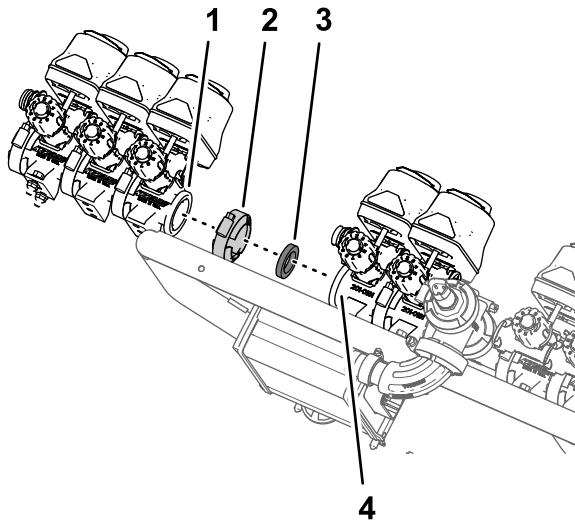

Figura 103
- Monte as três válvulas de secção (Figura 103) que removeu no passo 8 de Retirar as válvulas de secção da montagem do coletor (pagina 32) na flange da válvula 7 do conjunto de válvulas do pulverizador com a braçadeira de flange e junta que retirou no passo 4 de 13 Retirar as válvulas da secção da rampa (pagina 29).